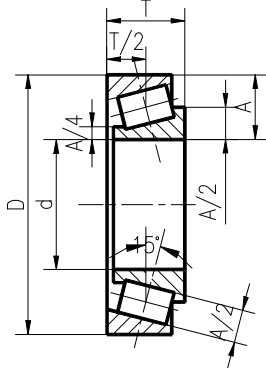
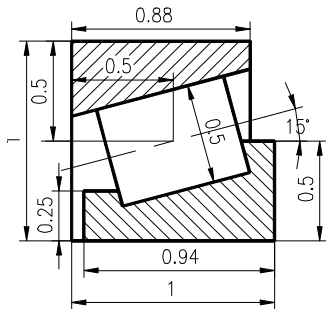

图 6-1-8
图 6-1-9
轴承的简化画法如图 6-1-8 所示, 为使生成的轴承块在使用中比较容易确定缩放比例的值, 应将图样绘制在 1×1 的矩形中, 如图 6-1-9 所示。其操作步骤如下:
STEP 01 绘制轴承半图形由轴承的简化画法绘制如图 6-1-9 所示的轴承半图形, 其具体命令及操作, 这里就不再详解。